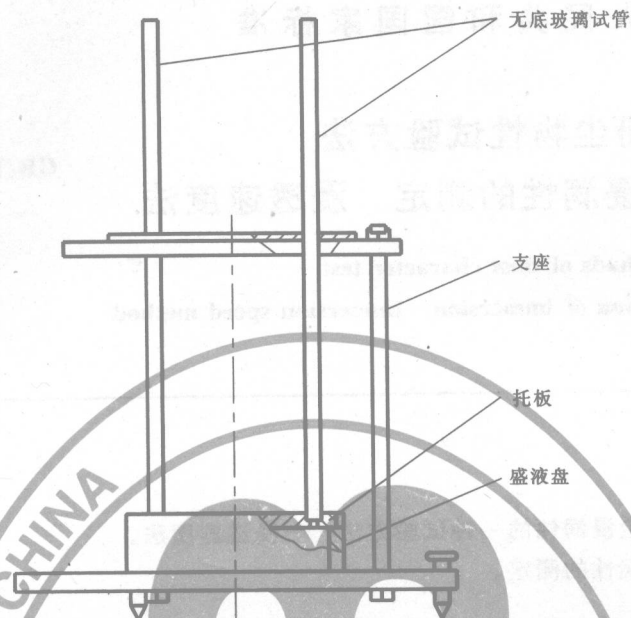

图1 粉尘浸润性测定装置
5.2 浸透速度法测定粉尘浸润性的装置按图 1 规定,应水平放置在试验台上。盛液盘内装浸液,液位至托板的支托面。无底玻璃试管长 240mm,内径 $\phi 8\text{mm}$,以 1mm 分度值从 0 至 240mm 刻度。支座保证无底玻璃试管垂直置于液面。
- 6.3 按图 1 规定将测定装置各部件组装于试验台上, 调整水平。
- 6.5 将 2 根装有尘样的试管按图 1 规定插于盛液盘中托板的支托面上; 在盛液盘中加液至托板的上表面与支托面间, 启动秒表; 记录浸液对尘样的浸润时间及相应的浸润高度。整个观测期间应随时加液, 保证液面位置始终在托板的上表面与支托面间。